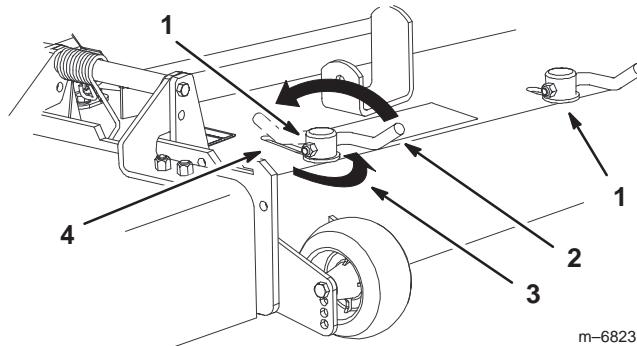

Figure 21
- Pour régler les verrous à came, soulevez le levier pour desserrer le verrou (Fig. 21).